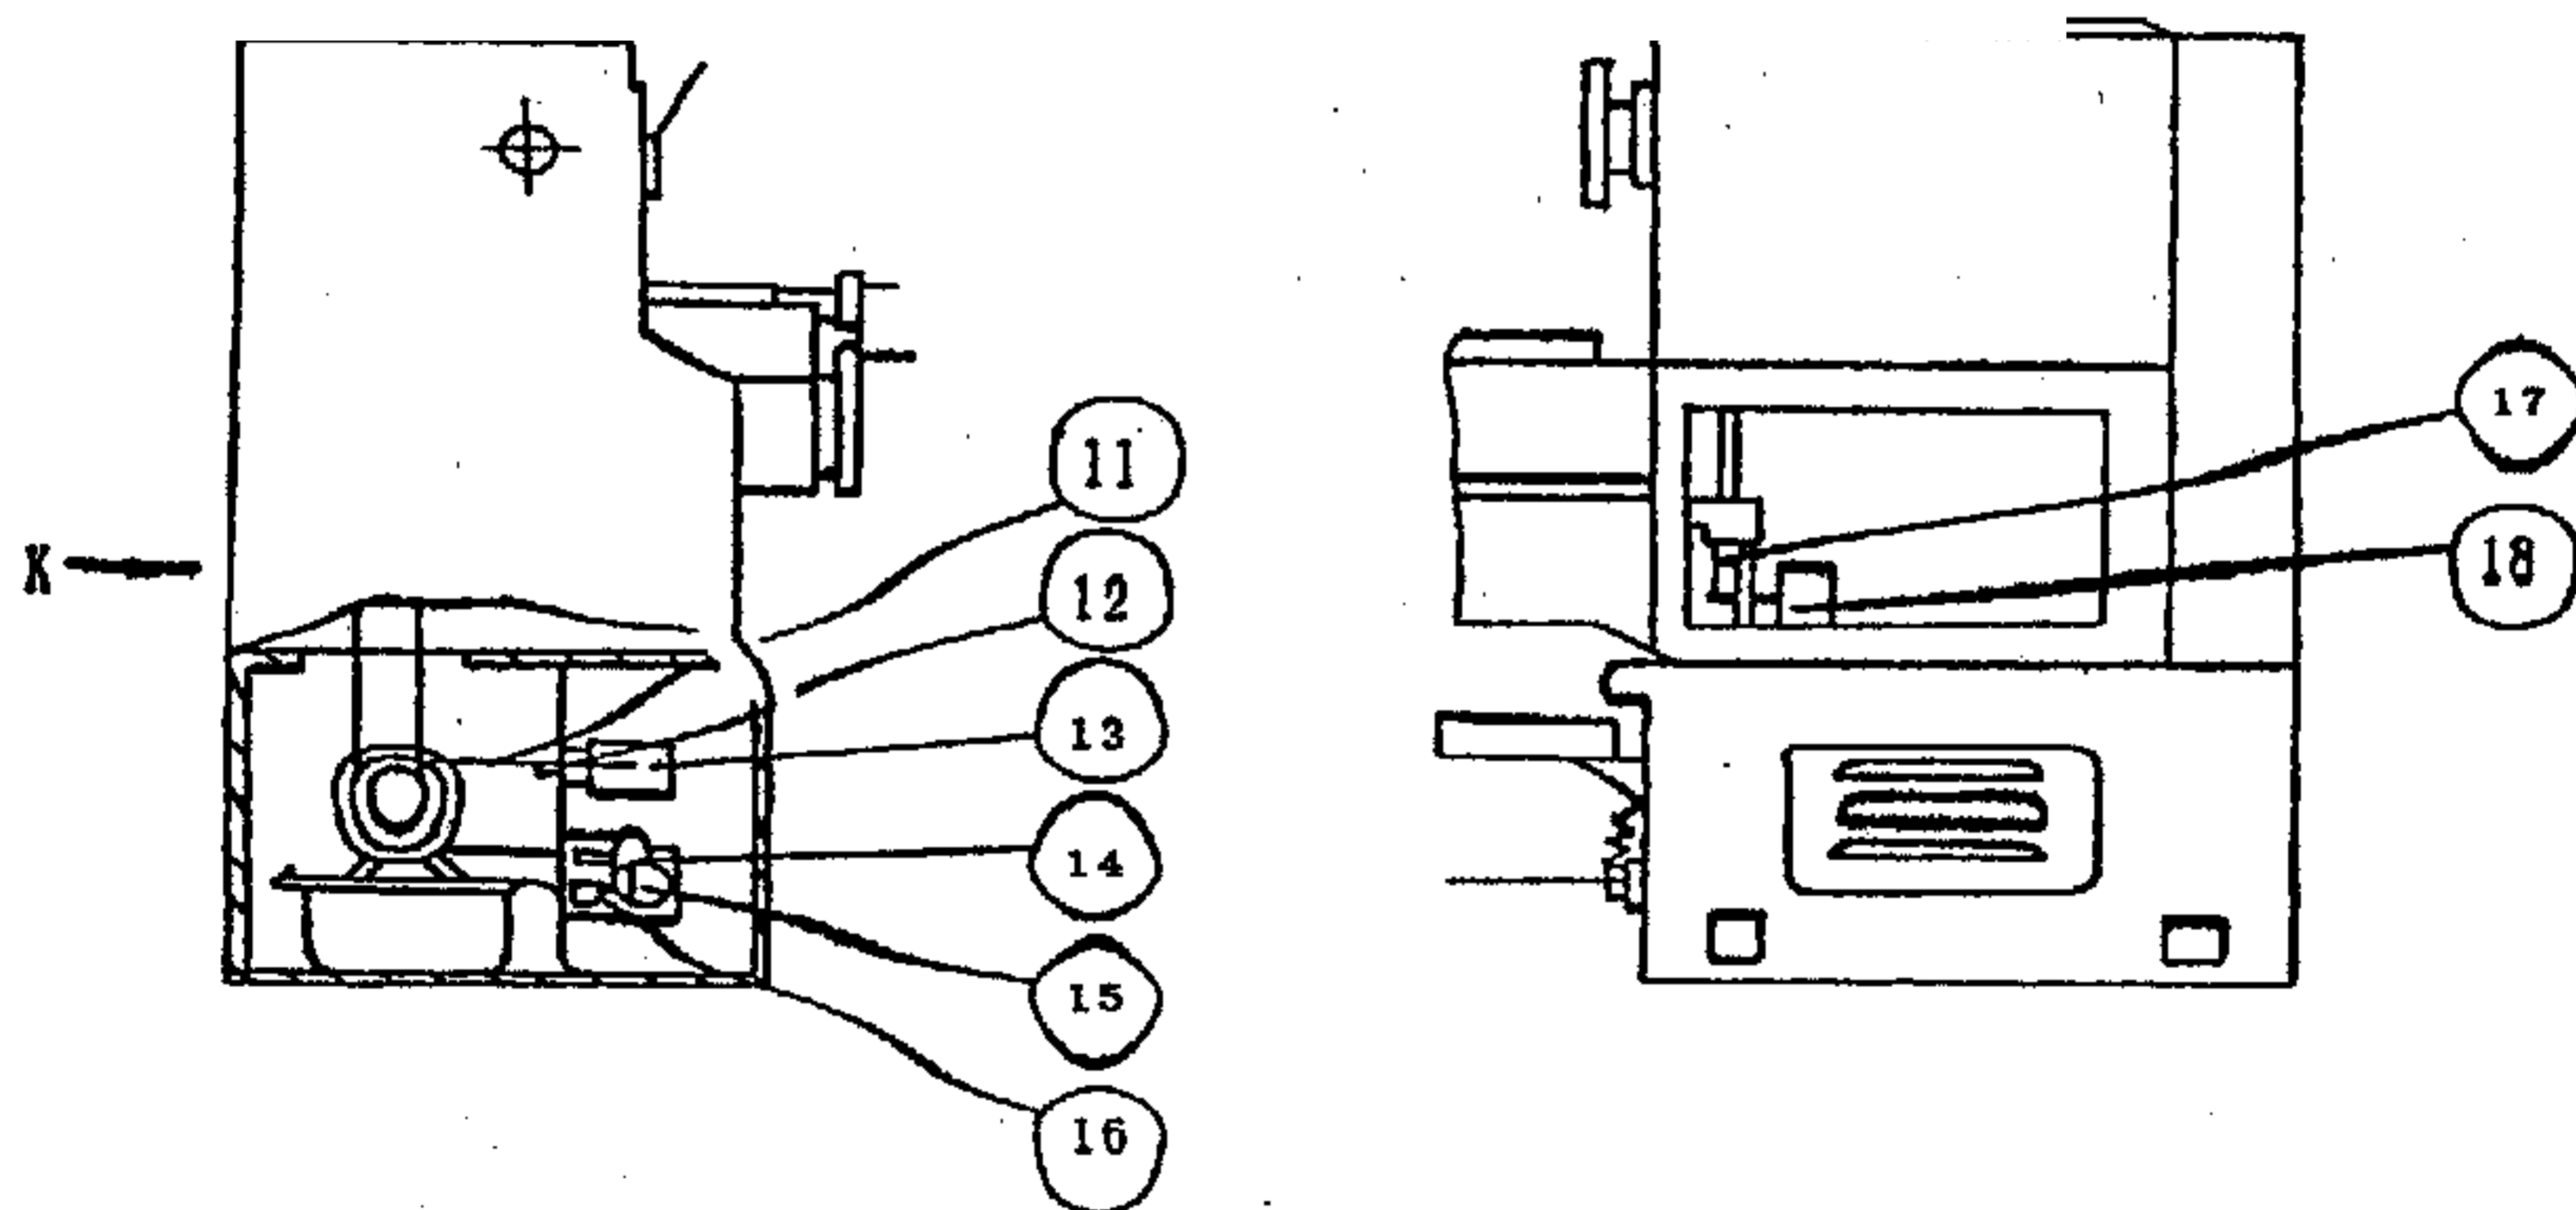

Рис. 14-1 Конструкция ножного тормоза
Рис. 14-1 показывает конструкцию ножного тормоза. Тормоз состоит из педали, соединительной тяги, суппорта, подушки, кулачкового зажима, рычага регулировки натяжения, шкива, стальной полосы, тормозного блока в сборе и электроустановки. Как только будет нажата педаль (7), кулачковый зажим (15) отключит концевой выключатель (16) с помощью рычага регулировки натяжения (14), отключая поступление питания к главному двигателю. Двигатель, таким образом, останавливается с помощью совместного воздействия со стороны рычага регулировки натяжения (14) и стальной полосы (17).
Главный двигатель станка не может быть запущен, если пусковой рычаг не установлен в положение NEUTRAL (нейтральное). Смотрите Рис. 14-1.